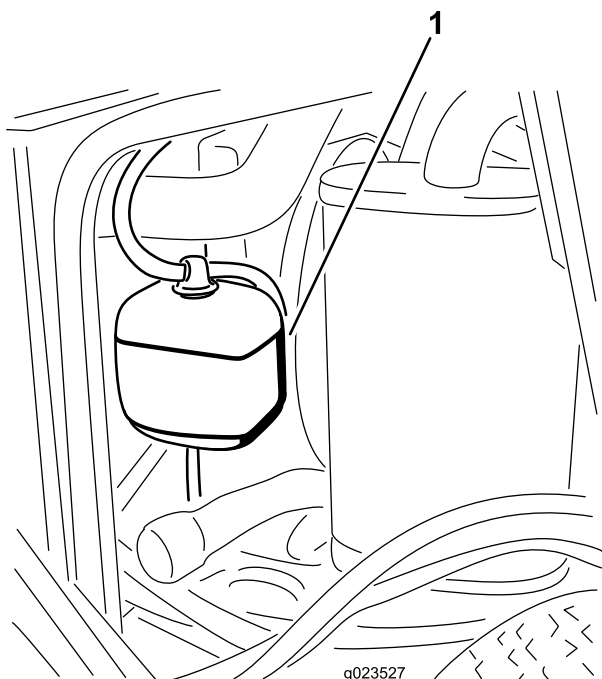

Figura 74
1. Compruebe el nivel de refrigerante en el depósito de expansión (Figura 74). El nivel del refrigerante debe estar entre las marcas en el lateral del depósito.